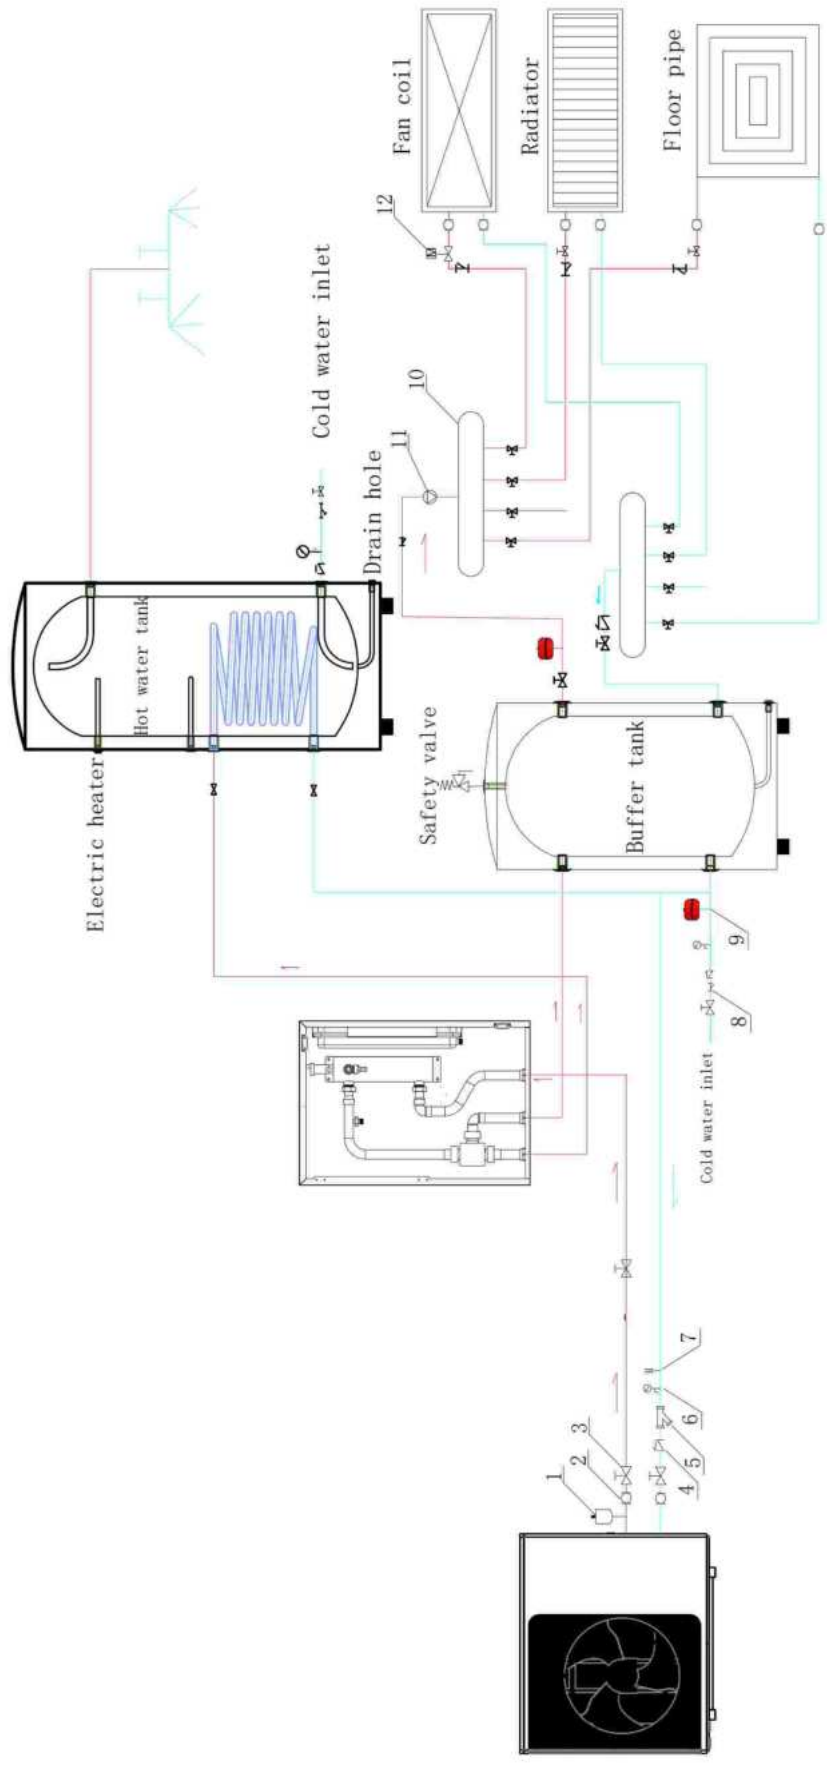

Figure 2
- 1) Systeminstallationsdiagramm siehe Abbildung 2, Abbildung 3.